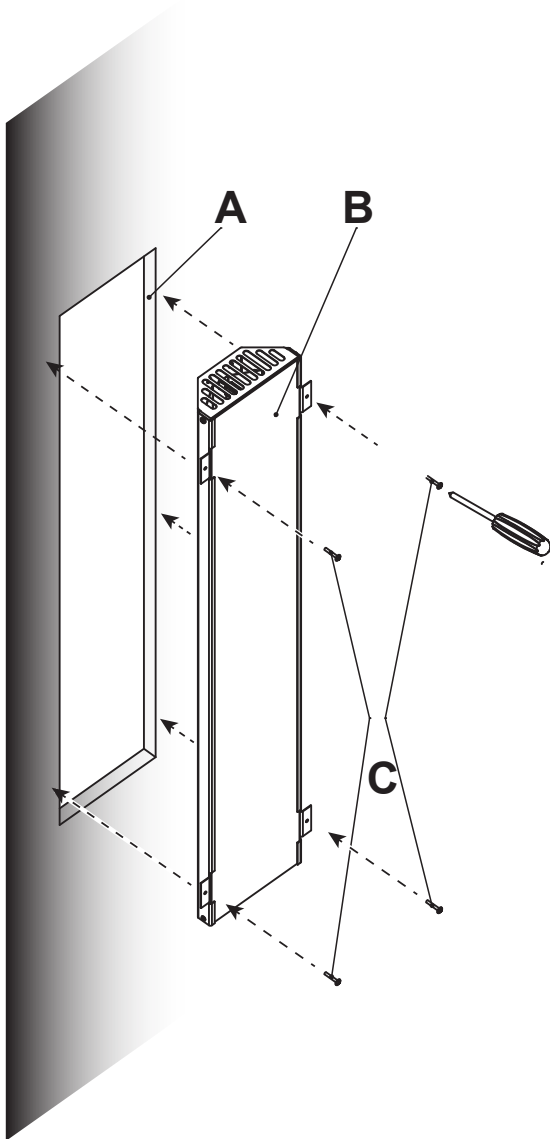

Abb. 1 - Montage Strahler
- Montieren Sie den Infrarotstrahler, Abb. 1, gemäß dessen Montageanleitung